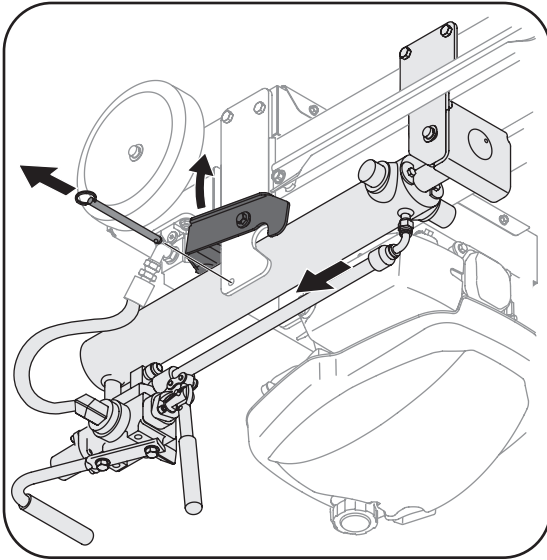

Figure 4-2
1. Retirez la goupille de blocage qui maintient le cylindre en position de remisage. Voir la Figure 4-2.